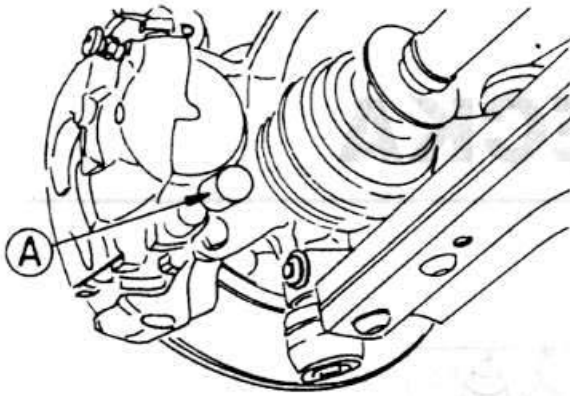

Рис. 4.4
- ◆ Снимите суппорты тормозов, отвинтив болты из крепления к поворотным кулакам (рис. 4.4).